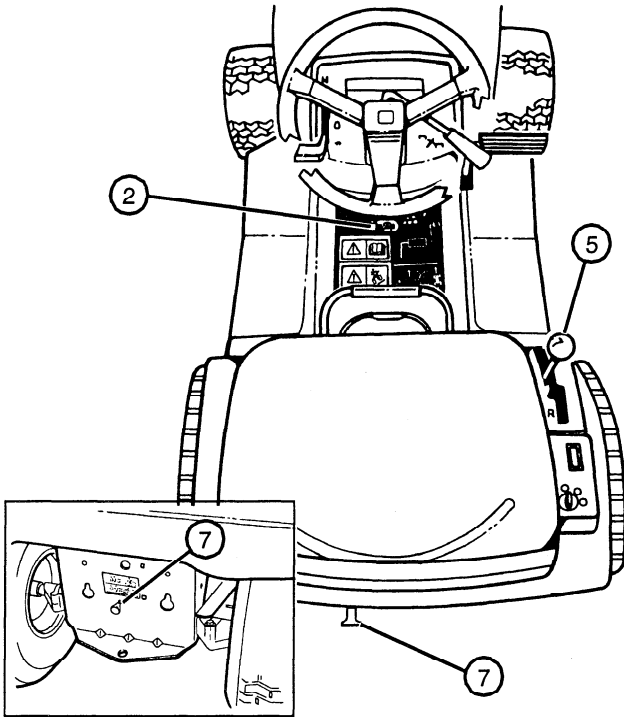

ABBILDUNG 18
Freilaufhebel (7) nach hinten bewegen, um die Achseneinheit zu entriegeln (siehe Abbildung 18).
- Entweder Hebel der Feststellbremse (2) entriegeln oder hydrostatischen Schalthebel (5) in Neutralposition (N) bewegen.